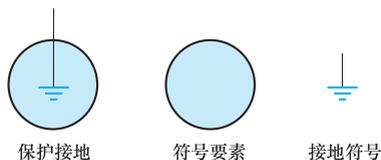

图 1-4 符号要素与一般符号组合举例
(2) 符号要素 + 一般符号。如图 1-4 所示，保护接地图形符号，由表示保护的符号要素与接地的一般符号组成。